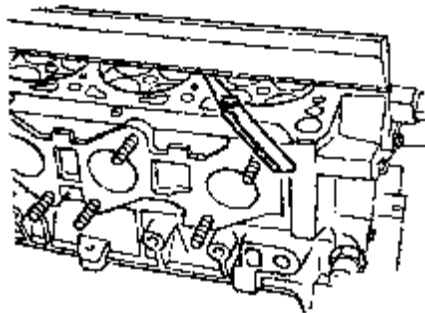

图 4-65 检查气缸盖的变形
(1) 如图 4-65 所示,用带刃口的直尺或厚薄规测量气缸盖上的若干个点,检查气缸盖的变形情况,其最大允许变形量为 0.1mm。